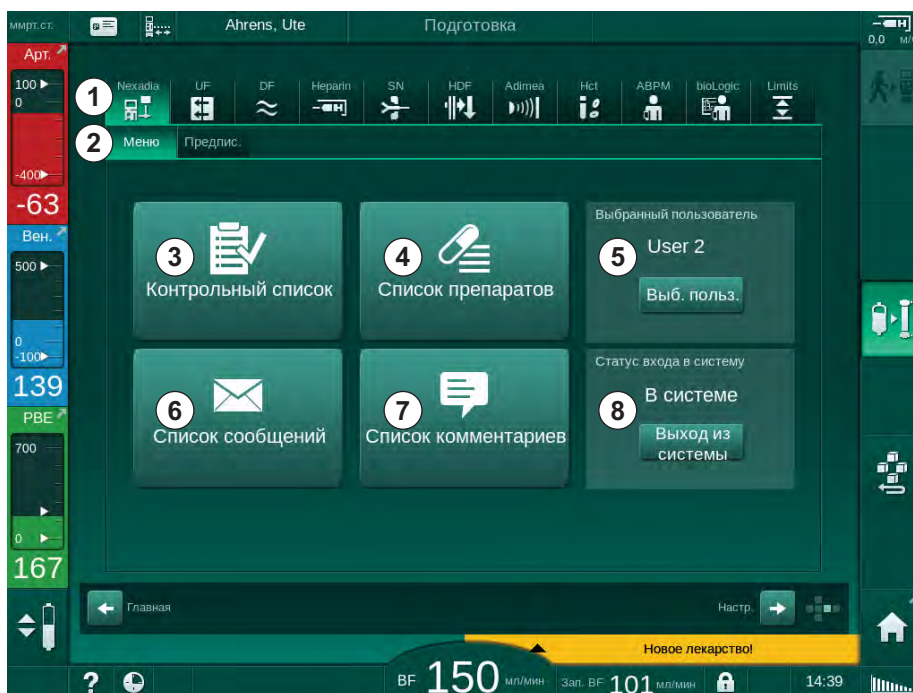

Рис. 11-34 Меню Nexadia на экране *Ввод*
При использовании Nexadia аппарат может отправлять информацию на сервер данных (например, сообщения, комментарии и списки) и/или получать ее от него. Также здесь находится выбор пользователя. Эти функции обрабатываются в меню Nexadia. Это меню открывается при касании значка *Nexadia* (Рис. 11-34, ①) и нажатии кнопки *Меню* ② на экране *Ввод*.
1. Нажмите на *Выбрать пользователя* в меню Nexadia (Рис. 11-34 Меню Nexadia на экране Ввод (316), ☺).
1. Нажмите на значок *Список комментариев* в меню Nexadia (Рис. 11-34 Меню Nexadia на экране Ввод (316), ⑦).
1. Нажмите на значок *Контрольный список* в меню Nexadia (Рис. 11-34 Меню Nexadia на экране Ввод (316), ③).
1. Нажмите на значок *Список лекарств* в меню Nexadia (Рис. 11-34 Меню Nexadia на экране Ввод (316), ④).
1. Нажмите на значок *Список сообщений* в меню Nexadia (Рис. 11-34 Меню Nexadia на экране Ввод (316), ⑥).